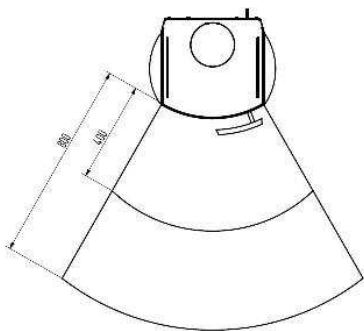

Fig 8
80 cm (A), misurati dal bordo anteriore dell'apertura del focolare. La distanza di sicurezza si riduce ai **40 cm** (B) qualora di fronte all'elemento sia installata una protezione areata (v. fig. 8).